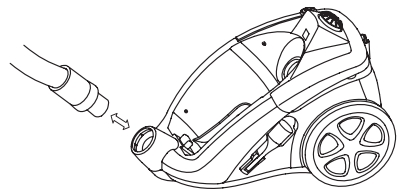

Fig. 10
2. Extraiga la manguera flexible del aspirador presionando los ganchos de fijación y tirando hacia fuera. Véase la fig. 10.